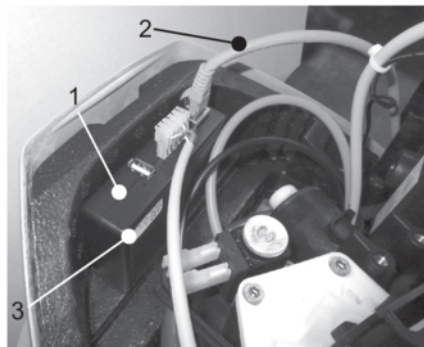

Abb. 14: Connectivity-Modul
3. LAN-Kabel in die LAN-Steckdose des Connectivity-Moduls einstecken (siehe Abbildung 14).
- den QR-Code auf dem Aufkleber des Connectivity-Moduls (siehe Abbildung 14) oder seitlich am Gehäuse der Enthärtereinheit mit Hilfe der JU-Control App absキャンen oder
- die MAC-Adresse auf dem Aufkleber des Connectivity-Moduls (siehe Abbildung 14) oder seitlich am Gehäuse der Enthärtereinheit verwenden.